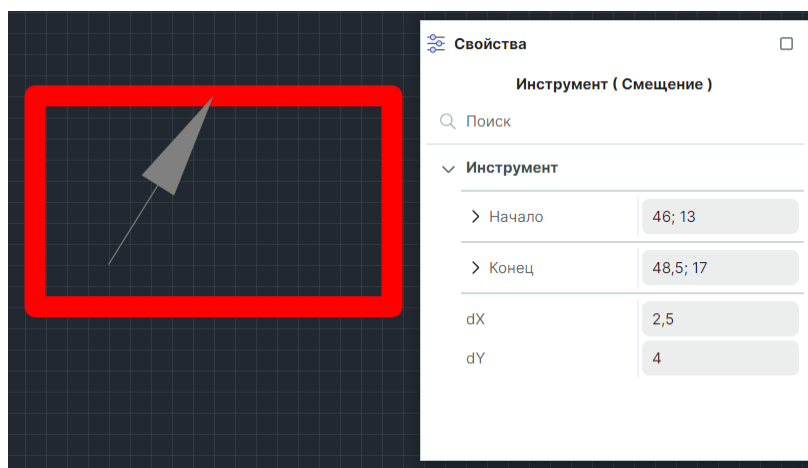

Рис. 267 Выбор точки редактирования для выполнения смещения объекта
3. Выберите точку, от которой будет рассчитываться перенос (смещение объекта), см. Рис. 267.